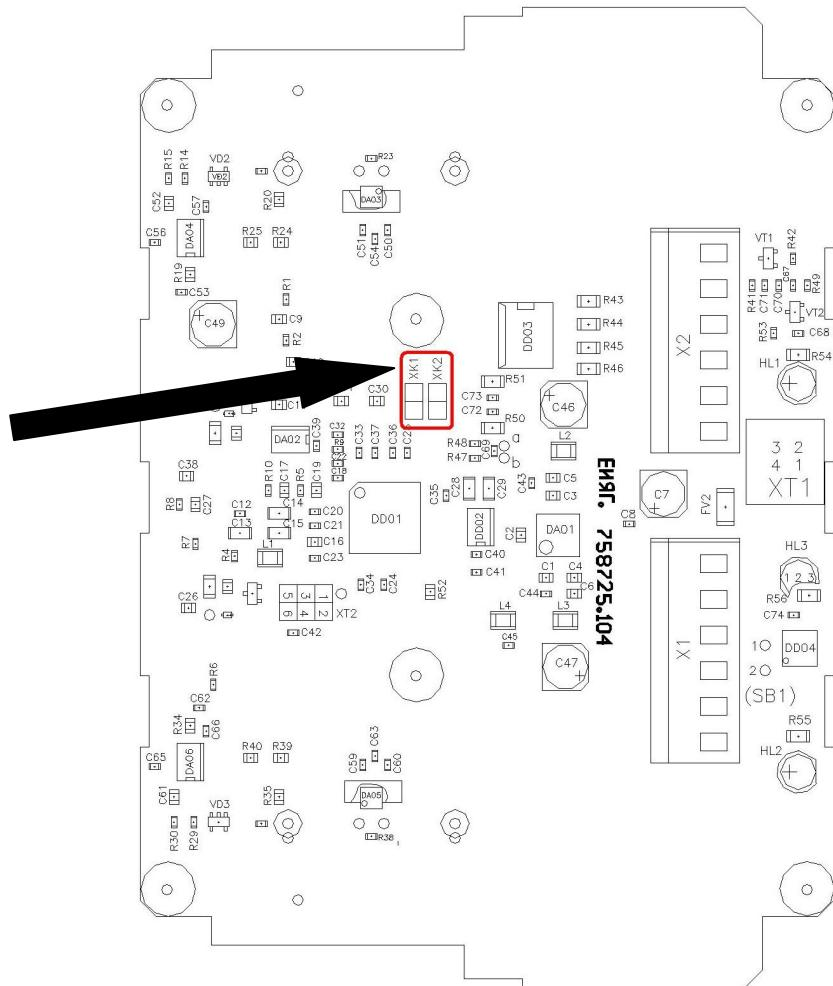

Рисунок 3 – Внешний вид модуля БОС
2.2.4 Установите джамперы в коммутационные поля XK1 и XK2 модуля БОС (см. Рисунок 3).